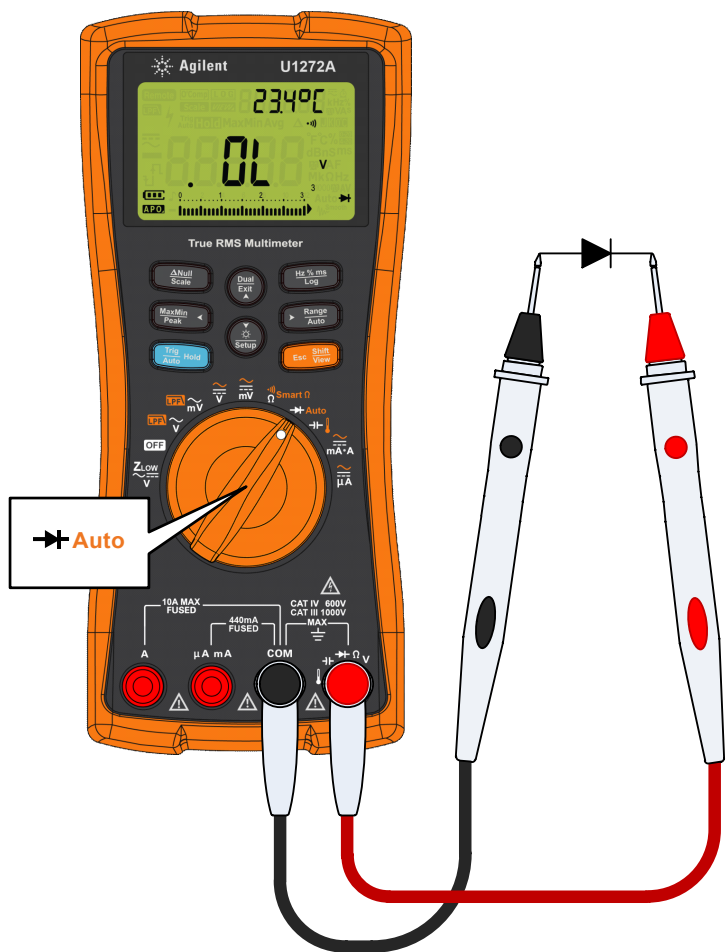

Figura 2-21 Test di diodi con polarizzazione inversa
- 3 Invertire le sonde (come mostrato in Figura 2-21) e misurare nuovamente la tensione nel diodo. Valutare il diodo in base alla seguenti istruzioni: